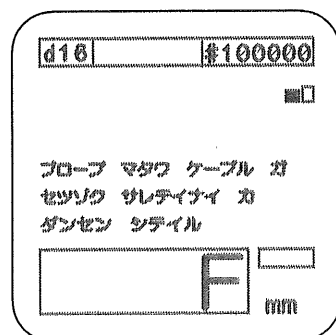

図3
- 図3が表示された場合は、一度電源を切り、再度ケーブルを接続し直し、電源を立上げてください。